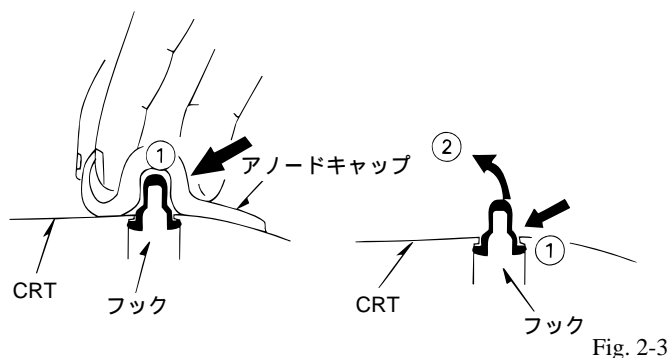

Fig. 2-3
- (5) 図の様に親指で矢印①方向へ押しながら、矢印②方向へ持ち上げ片側のフックを外す。(Fig 2-3参照)